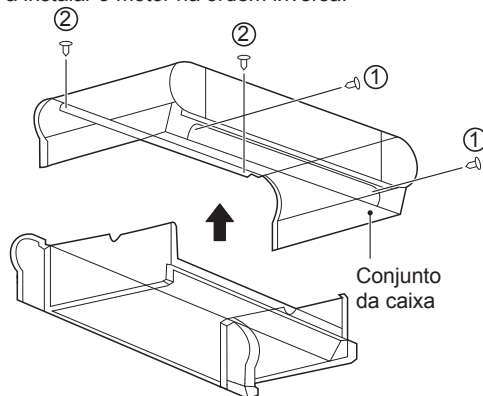

Figura 4-4 Remoção da caixa
- Como mostrado na Figura 4-4, remova os parafusos ① *2 e ② *2 e, em seguida, a caixa.